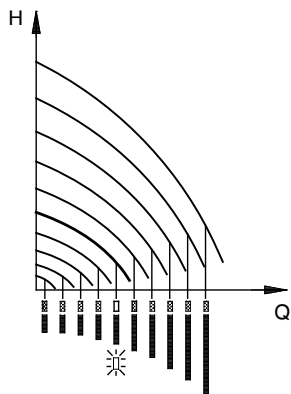

Рис. 11 Насос в нерегулируемом режиме (постоянная характеристика)
- Если устройство не имеет такого же кабельного соединения, экранирующую оплетку оставляют не подсоединенным с этой стороны, как это показано на рис. 11.
В нерегулируемом режиме управления насос работает в соответствии с введённой постоянной характеристикой, рис. 11.